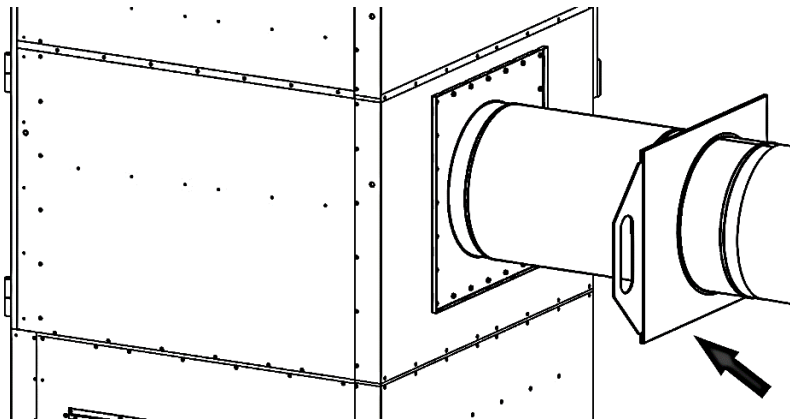

Рисунок 8
5.1.12 Воздушную заслонку установить между выходным соединительным патрубком фильтра и вытяжным вентилятором (рисунок 8).